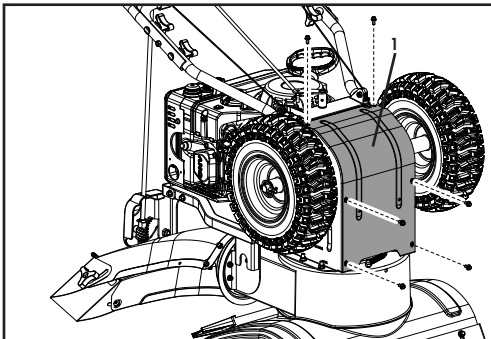

Figure 26
5. Enlevez le couvercle de la base du châssis (1) du dessous de la souffleuse à neige en enlevant les 6 vis M6 x 16 qui le retiennent (figure 26).